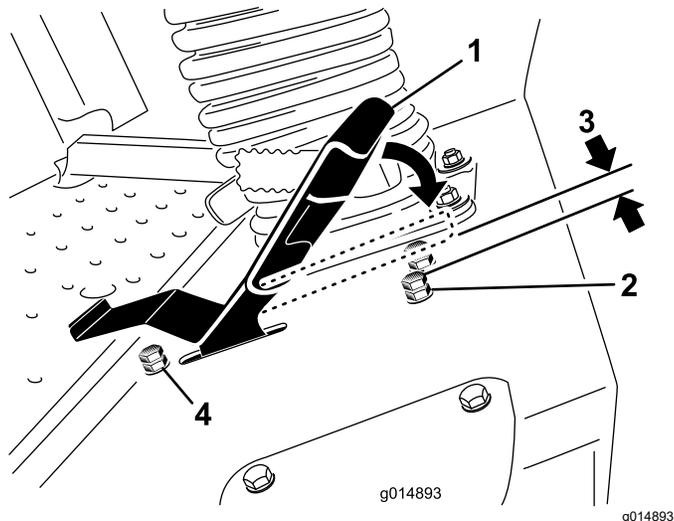

Figure 50
3. Desserrez l'écrou de blocage sur le boulon de butée de la pédale de déplacement (Figure 50).